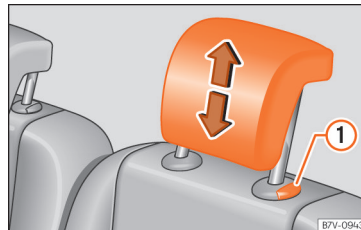

Abb. 132 Kopfstützeinstellung der zweiten der dritten Sitzreihe.
• Schieben Sie die Kopfstützen in die entsprechende Pfeilrichtung nach unten oder oben. Um die vorderen Kopfstützen nach oben oder nach unten zu schieben, muss die Taste »» Abb. 131 ① gedrückt werden; bei den hinteren Kopfstützen muss die Taste »» Abb. 132 ① nur zum Absenken gedrückt werden »»  in Einleitung zum Thema auf Seite 142.